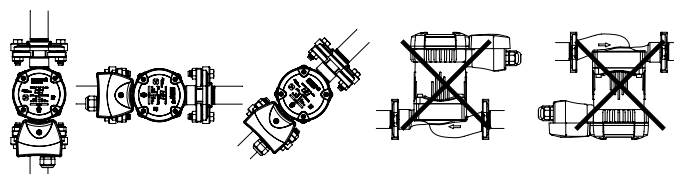

FIGURE 2. Montage du circulateur Armstrong Compass H
- 2 Installez toujours le circulateur avec l'arbre du moteur à l'horizontale (FIGURE 2).